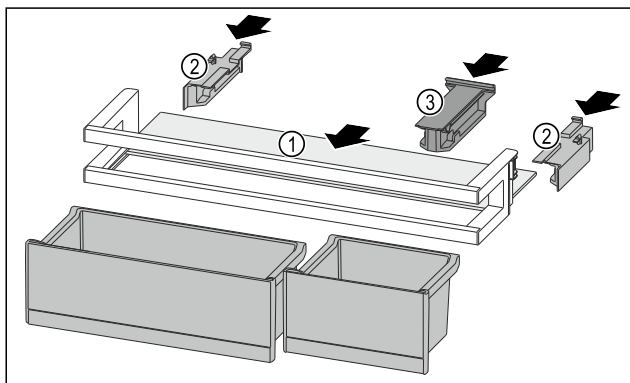

Fig. 254
- Umetnite policu Fig. 254 (1) u bočna udubljenja.
- Umetnite bočne dijelove Fig. 254 (2).
- Umetnite pridržni dio Fig. 254 (3).